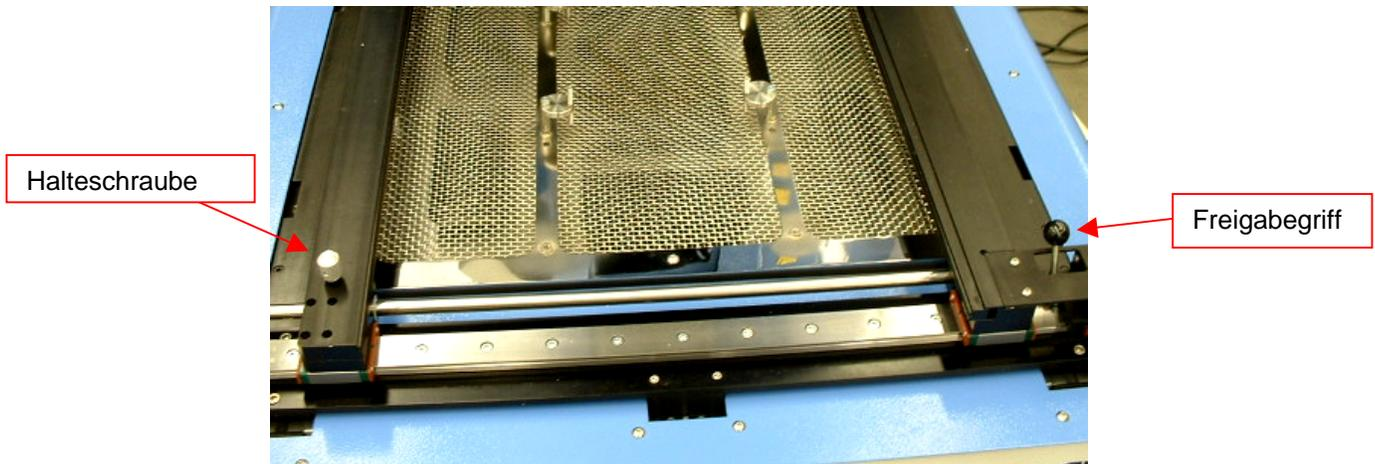

Abbildung 16
- v. Legen Sie die Leiterplatte zwischen den Armen des TF 2500 ein und ziehen Sie die Halteschraube fest. (Abbildung 16)
- viii. Die Kamera wird automatisch ausgefahren. (Abbildung 16)